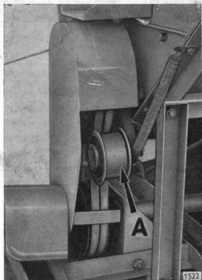

Bild 32.
Tömningssnigeln i spannmätstankens botten drivs från kardanaxeln med 2 st. kilremmar. Vid tömning fälls manöverpaken framåt, varvid vajern stramas och drar ned hävarmen (A) med spännrulle, kilremmarna spänns och tömningssnigeln bringas i rotation. Justering av spännrullen sker genom att korta av vajern. Spännrullen hålls i övre läget av retur fjädern. Tillse att spännrullen ej ligger mot kilremmarna för hårt, då tömningssnigeln ej skall arbeta. Se bild 32.